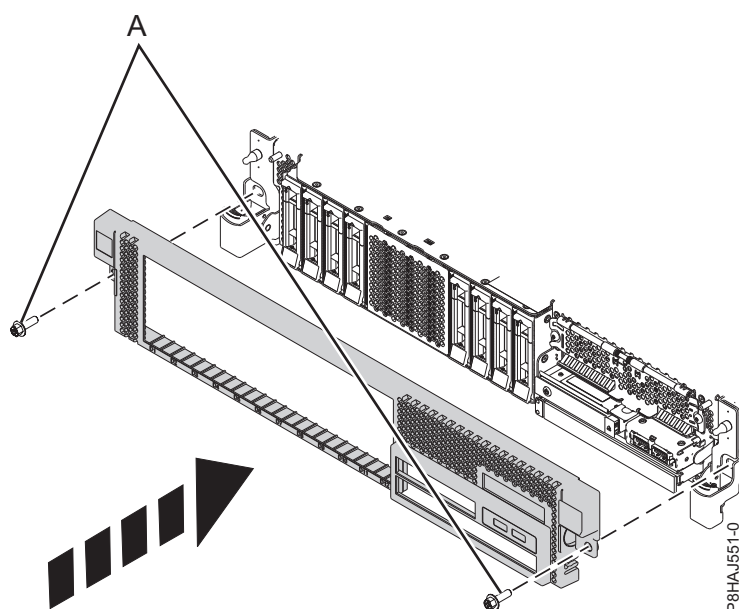

図 19. 前面カバーの取り付け
3. 42 ページの図 19 に示す方向にリリース・ラッチを押して、閉じます。 カチッという音がしてカバーが正しい位置に収まります。カバーにはより簡単につかむことができるくぼみがあります。
4. 配送用ねじ (A) を再取り付けします。